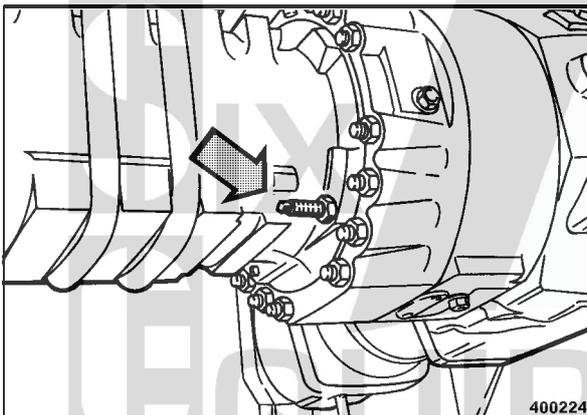

fig. 76
- Desserrer le contre-écrou (fig. 76), visser les tiges filetées (2 face à face) de chaque côté de l'essieu jusqu'à ce que le frein soit desserré.